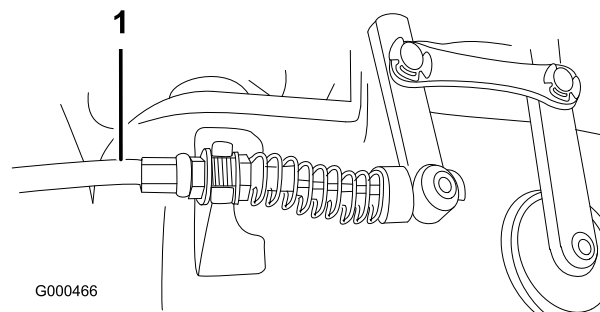

Bild 49
2. Wenn Sie die Zugspannung erhöhen möchten, lösen Sie die Klemmmutter des vorderen Zugs und ziehen Sie die Klemmmutter des hinteren Zugs an (Bild 49) (oben auf dem Getriebe), bis die Kraft des Spindelkabels zusätzlich 3 bis 4,5 kg Griffkraft, gemessen am Einstellhandrad, hinzufügt.